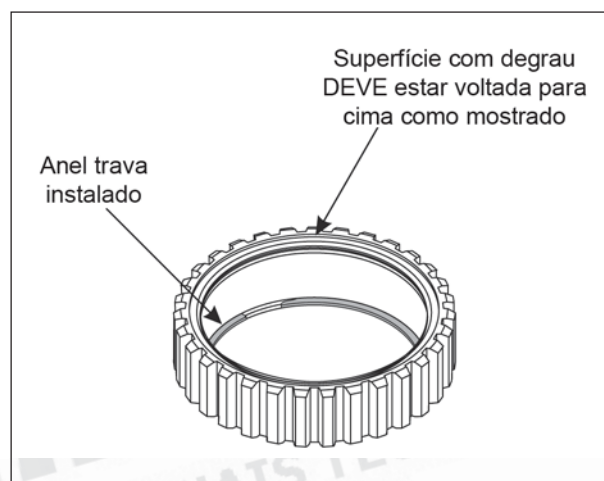

Figura 139
2. Posicione a pista externa em uma superfície plana de trabalho, com um anel trava instalado e o **lado com degrau voltado para cima**, conforme mostra a figura 139.